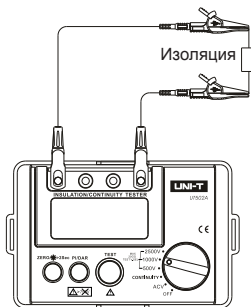

Рисунок 3
10. ИЗМЕРЕНИЕ СОПРОТИВЛЕНИЯ ИЗОЛЯЦИИ (см. Рисунок 3)